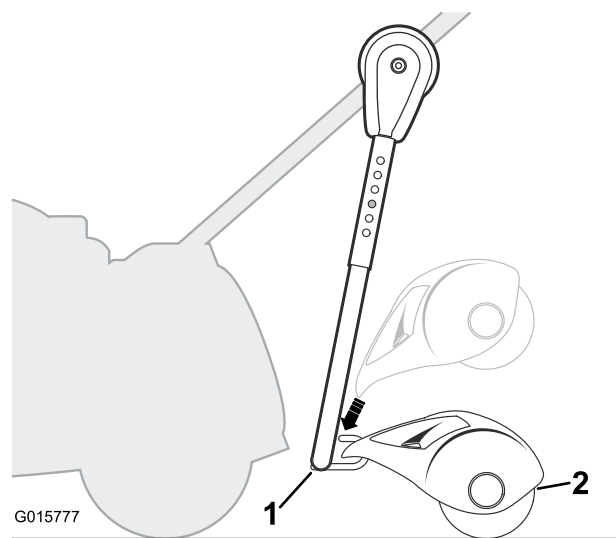

Figure 6
3. Fixez le rouleau rempli de sable au crochet du tube d'attelage, comme illustré à la Figure 6.